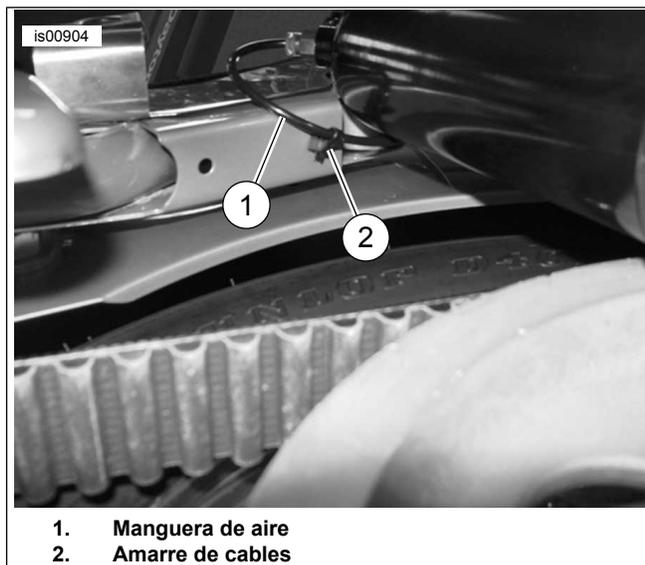

Figura 3. Colocación de la manguera de aire en los modelos 2003 y posteriores
7. Para los modelos **1997 a 2001**, sujete los dos dispositivos de conexión de aire a los dos últimos agujeros inferiores (marcados "F" y "R") en la pieza de soporte del lado derecho. Los modelos **2002** tienen solamente un dispositivo de conexión de aire que debe montarse en el agujero marcado "F" en la pieza de soporte del LADO DERECHO. Para los modelos **2003 y posteriores**, vea la Figura 3. Extraiga la manguera de aire del amortiguador **izquierdo** de la válvula de aire y vuelva a colocarla debajo del soporte superior del amortiguador. Localice el último agujero trasero no usado en la parte inferior de la riostra del guardabarros, directamente adelante del amortiguador izquierdo. Use el amarre de cables (2) para anclar la manguera de aire a este agujero y evitar que quede torcido o comprimido. Vuelva a instalar la manguera de aire en la válvula de aire e instale la válvula de aire en el agujero marcado con "F" en la pieza de soporte del LADO IZQUIERDO. Añada aire a los amortiguadores de acuerdo con las instrucciones en el manual de servicio.